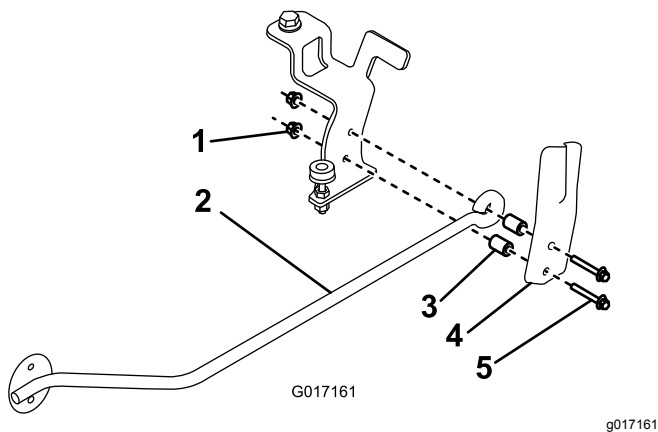

Bild 3
5. Befestigen Sie eine Bürstenfeder und Bürstenstange mit (2) Schrauben (M6 x 40 mm), Distanzstücken und Sicherungsmuttern (M6) an der Bürstenhalterung. Siehe **Bild 3**.